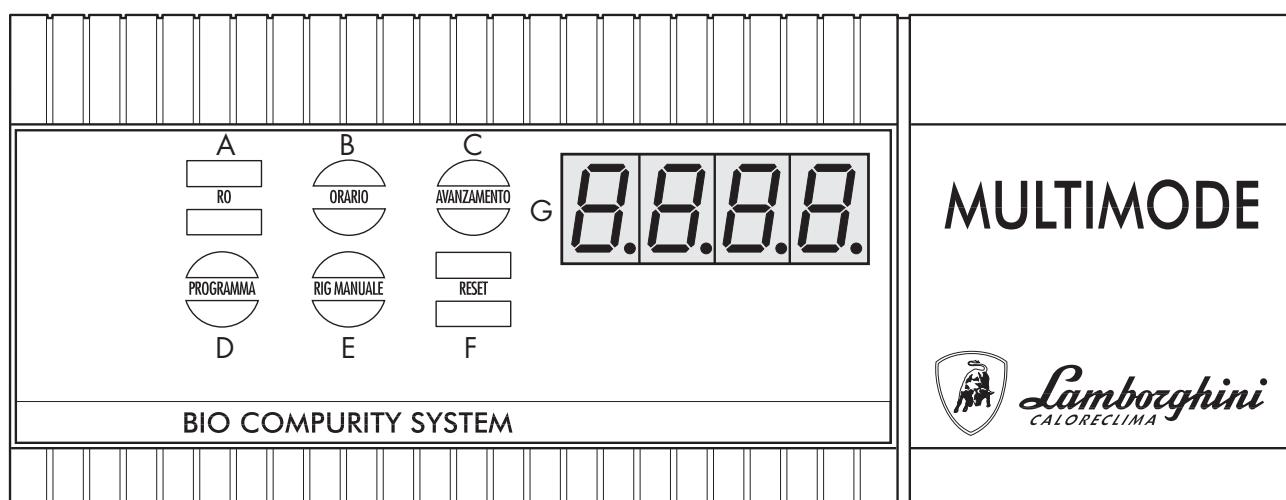

Fig. 3
Ca prima operatie, introduceti alimentatorul de 12 V in priza de curent electric; afisajul (Poz. G Fig. 3) va indica trei functii diferite ale programului de baza:
Pe ecran vor fi afisate faza cu faza timpii de regenerare; pentru intreruperea regenerarii este suficient sa apasati tasta F "RESET" (vezi fig. 3 pag. 10); in acest mod aparatul se va intoarce in pozitia de serviciu.
- **Verificare de proba:** pentru efectuarea verificarii apasati tasta E "REG. MANUALA" (vezi fig. 3 pag. 10); apoi pas cu pas va fi afisat pe ecran: